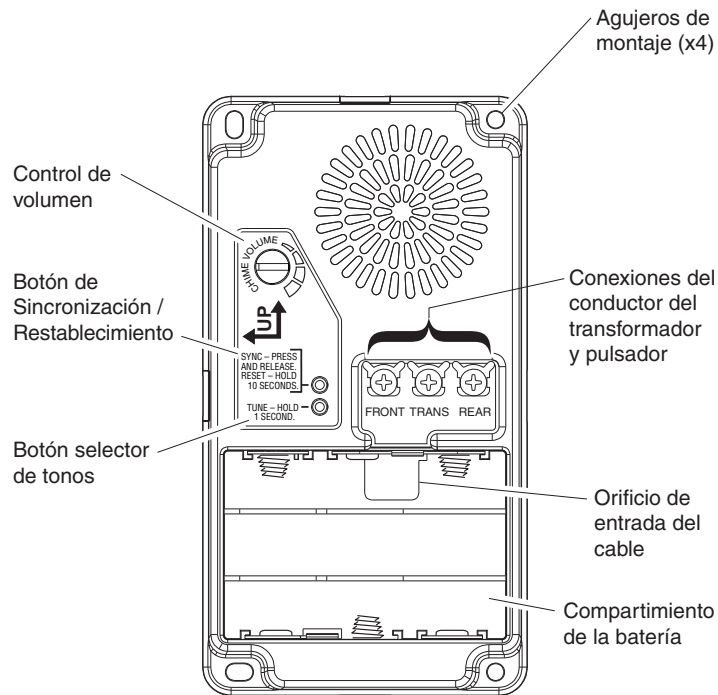

Figura 1
6. Determine la orientación correcta de la base de la campana (una flecha debe apuntar hacia arriba). El estilo de tapa de la campanilla puede determinar la orientación (vea la Figura 1).